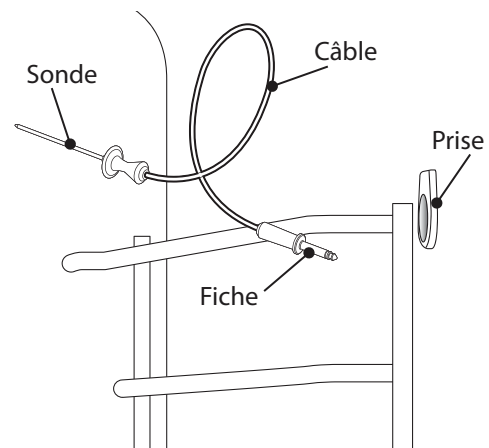

Figure 28 : Sonde thermique
1. Dans le four principal, ou dans le petit four sur certains modèles, localiser de la sonde (Figure 28).